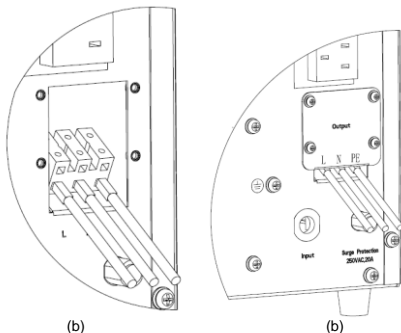

Fig. 3 Terminal de saída do 3KVA.
- 2). Use fios AWG14 para a configuração da fiação do terminal como mostra a fig.3 (a)
- 4). Volte a colocar a tampa do painel traseiro como mostra a fig.3 (b).